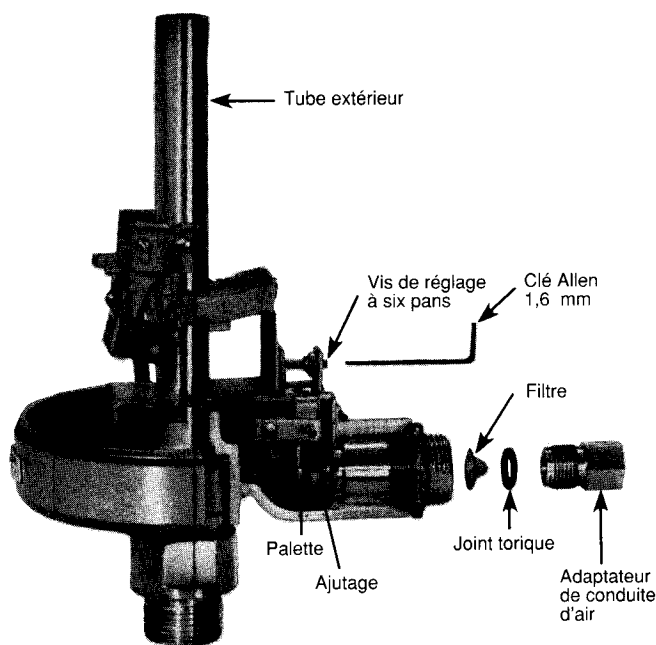

Figure 6
1. Dévisser et retirer l'adaptateur. Voir figure 6.
5. Remonter le joint torique, le filtre et l'adaptateur et introduire le tout dans l'ajutage, comme indiqué figure 6.